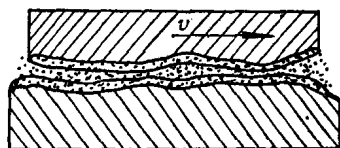

图 2-9 混合摩擦
4. 混合摩擦（即混合润滑） 半干摩擦和半流体摩擦都叫混合摩擦（见图 2-9）。半干摩擦是指在摩擦表面同时存在着干摩擦和边界摩擦的情况，半流体摩擦是指在摩擦表面同时存在着流体摩擦和边界摩擦的情况。两者都是在润滑剂被部分破坏，出现不连续润滑膜状态下的摩擦。这种摩擦对工作表面的磨损也很大。